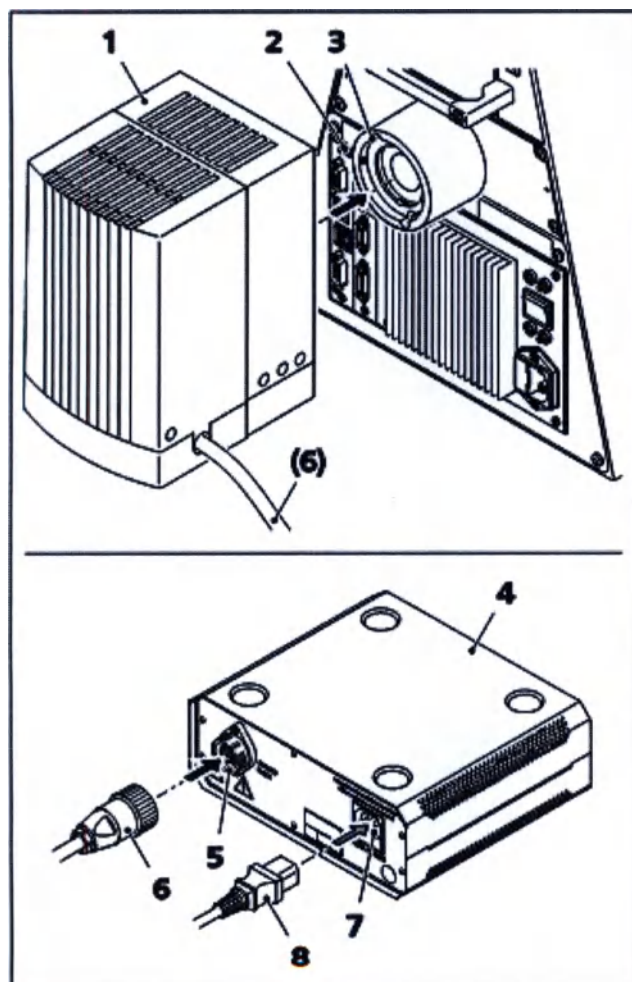

Рис. 54 Блок питания
- Снимите крышку с гнезда светильника для работы в отраженном свете (рис. 54/3).
- Вставьте направляющую типа «ласточкин хвост» на корпусе лампы (рис. 54/1) в гнездо осветителя отраженного света (рис. 54/3) на задней части прибора и затяните зажимной винт (рис. 54/2) при помощи отвертки размера 3 мм с шаровой головкой.
- Вставьте многоштырьковую вилку осветителя HBO 100 (рис. 54/6) в разъем (рис. 54/5) на блоке питания (рис. 54/4) осветителя HBO 100 и закрепите ее накладным кольцом.
- Подключите кабель питания (рис. 54/8) к разъему (рис. 54/2) на блоке питания осветителя HBO 100, а затем — к сетевой розетке.